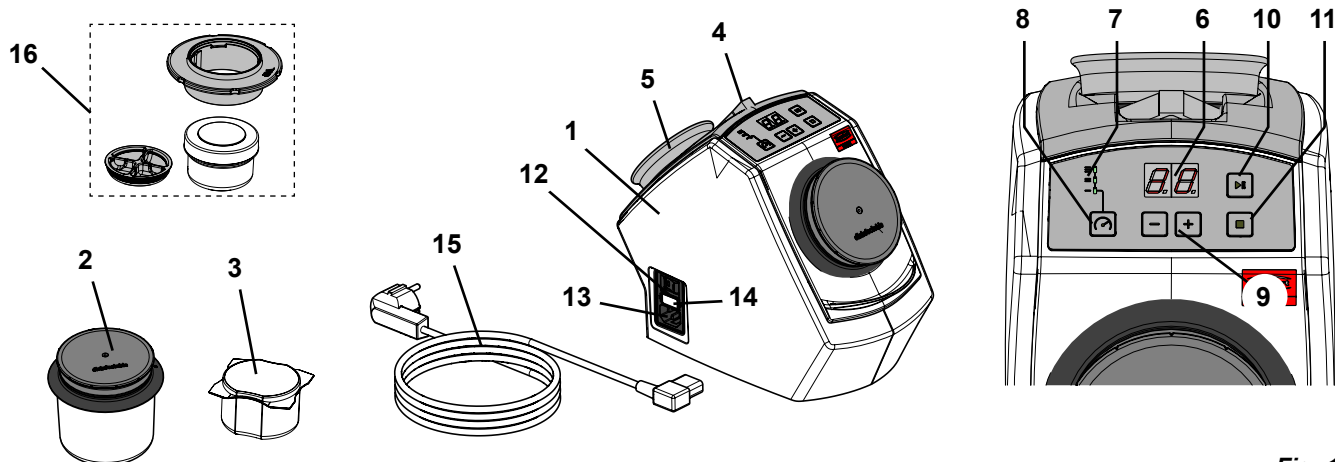

Fig. 1
- ▶ L'aimant de maintien (Fig. 1, Pos. 5) contient du plomb
- ⇒ Mettez en place la pincette cijoite et l'aimant de maintien dans le logement situé au dos de l'appareil (Fig. 1).
- ⇒ Veuillez choisir le câble électrique (15, Fig. 1) correspondant aux prises de courant présentes dans votre pays.
- ⇒ Brancher le câble d'alimentation (13, Fig. 1) sur la prise de raccordement au secteur de l'appareil.
- ⇒ Mettre en marche l'appareil en appuyant sur l'interrupteur (12, Fig. 1).
- ⇒ Verser 75 g d'aiguilles de nettoyage (ce qui correspond à une unité d'emballage) dans le bol de nettoyage (2, Fig. 1).
- ⇒ Verser ~ 5 g d'aiguilles de nettoyage dans le mini-bol SYMPRO (accessoires) (16, fig. 1)